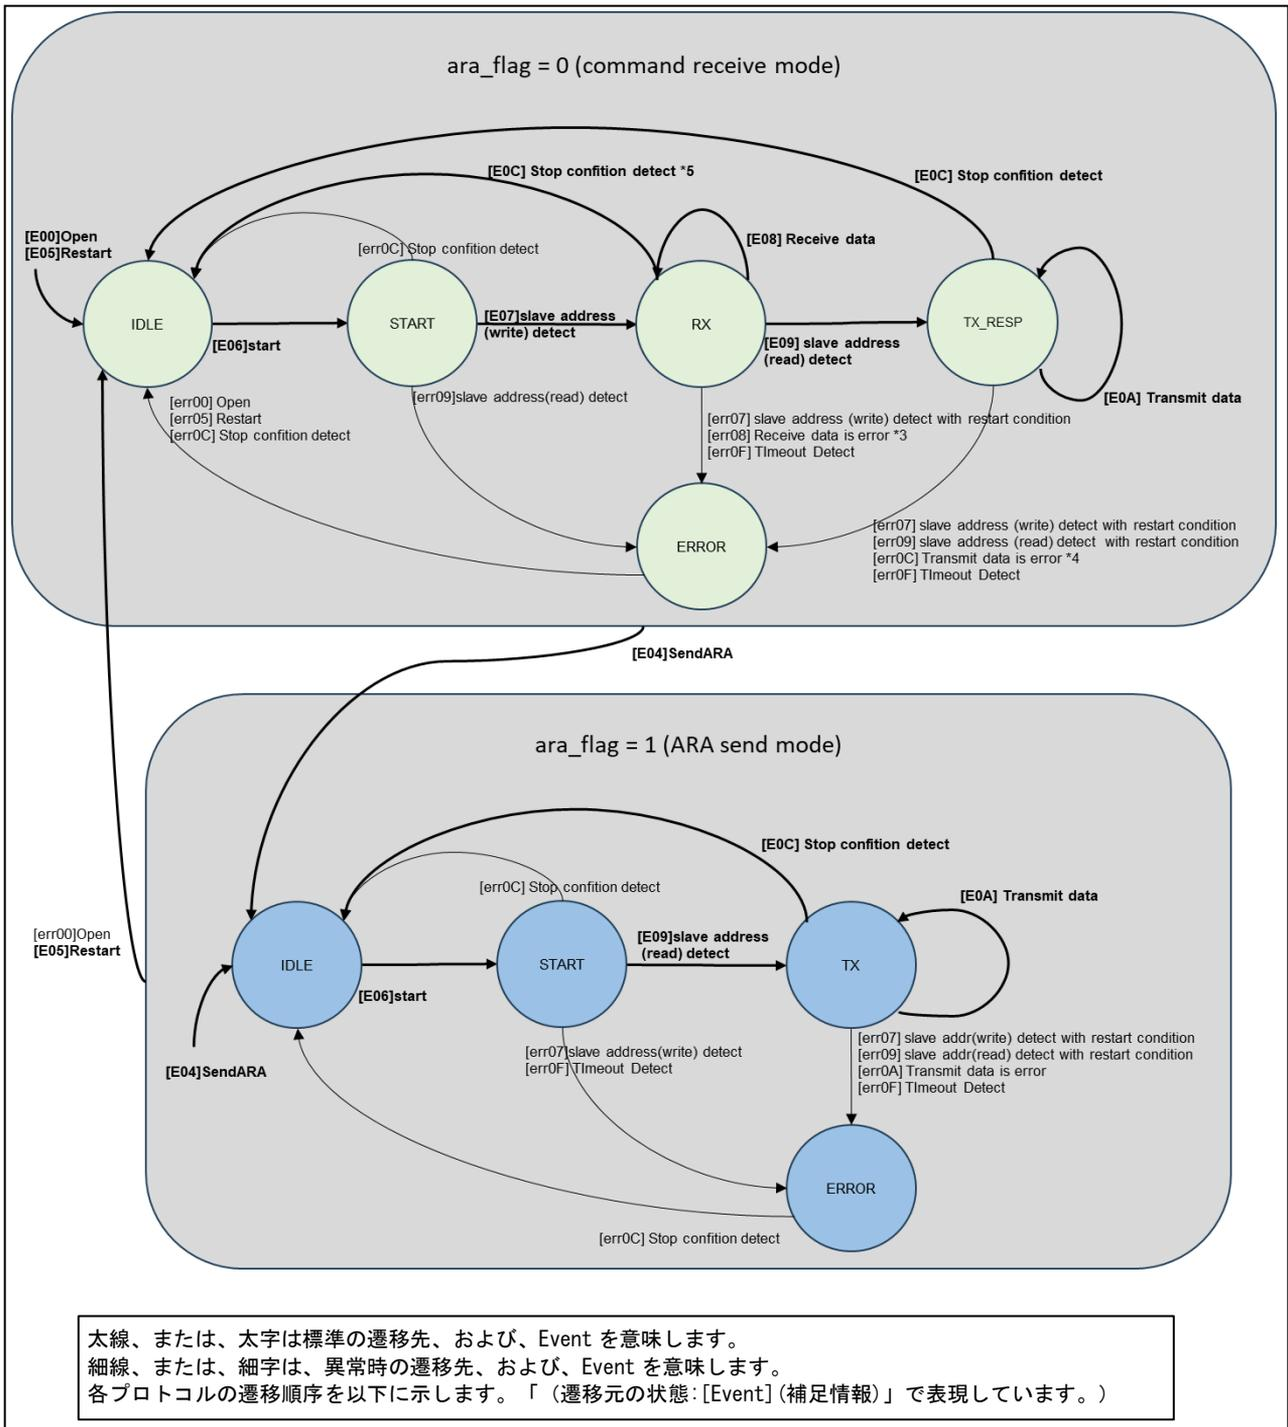
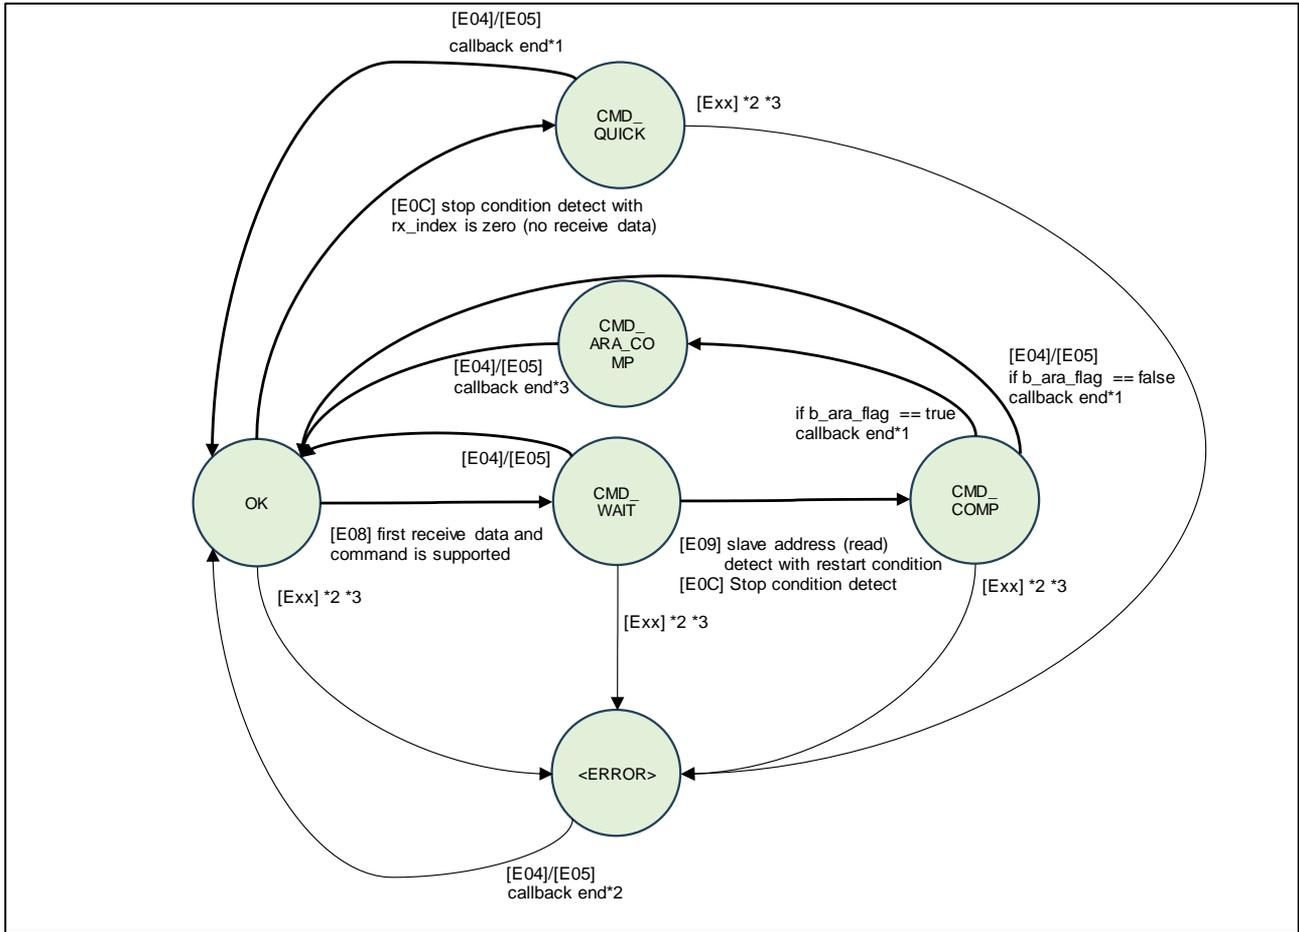

図 38 PMBus Slave Middleware Application Layer 状態遷移図
図 40 PMBus Slave Application Layer 状態遷移図 PACKET RESULT
PMBus Slave の Middleware Application Layer 状態遷移は、PMBus Master からの受信に備え、IDLE の状態で待機しています。その後 PMBus Master からコマンドが送付されるとコマンドコードに合わせて、送信、受信、およびエラー処理の状態を管理します。以下図 38、図 39、図 40、図 41、表 26、表 27、表 28 に PMBus Slave の Application Layer の状態遷移を示します。
- ・ 薄緑は図 38 における ara_flag=0 の場合の状態遷移を意味します。
- ・ 薄青は図 38 における ara_flag=1 の場合の状態遷移を意味します。
本表は、図 40 に対応した PACKET_RESULT の状態遷移表をします。
- ・ 薄緑は図 40 における状態遷移を意味します。